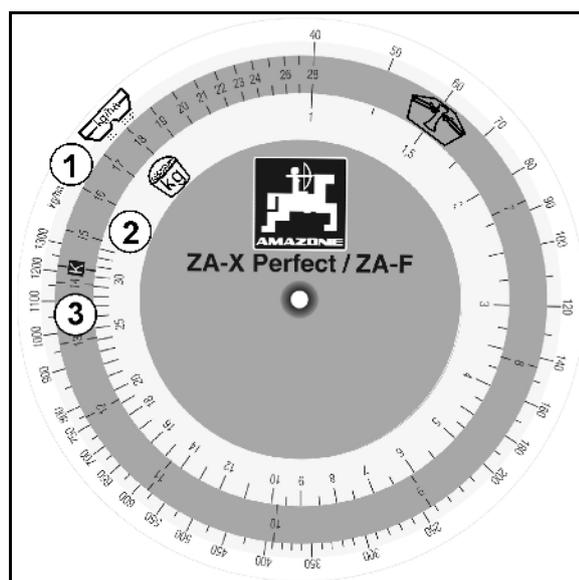
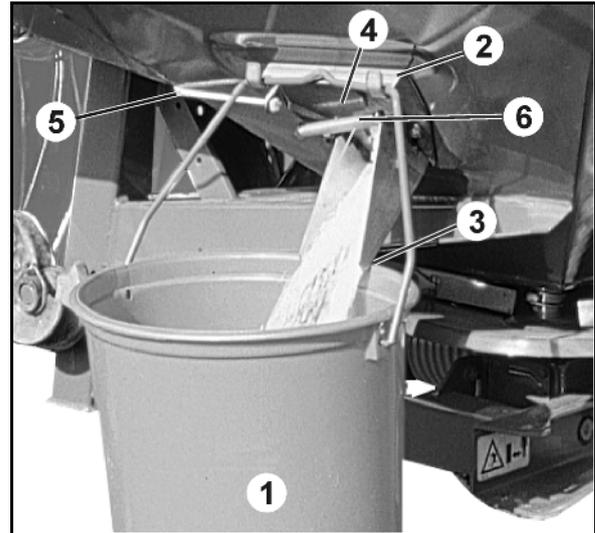

Fig. 68
Fig. 69
3. Aus der Tabelle (Fig. 68) des Nomogramms oder der Rückseite der Rechenscheibe (Fig. 69) für die gewünschte Arbeitsbreite (12 m) die erforderliche Messstrecke (41,6 m) entnehmen.